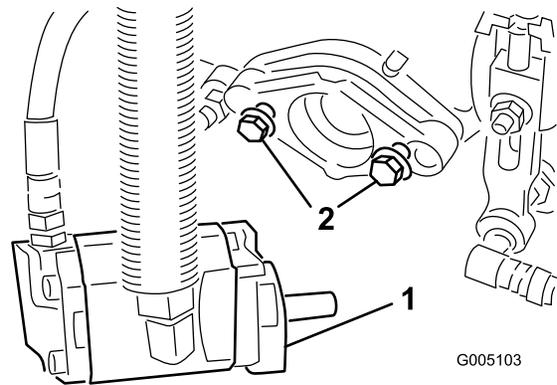

Figura 10
6. Deixe uma folga de, aproximadamente, 13 mm em cada parafuso de fixação do motor de acionamento do cilindro (Figura 10).
9. Aperte os parafusos de fixação (Figura 10).